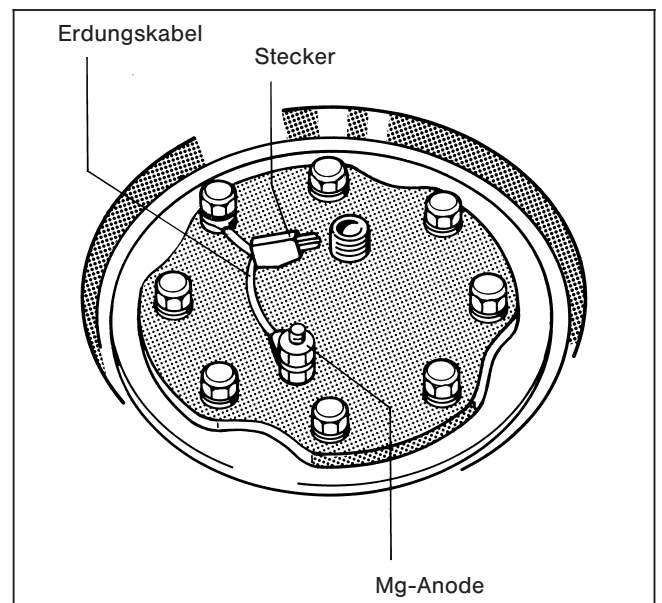

Abb. 11
- Prüfen ob Magnesiumanode eingebaut und Erdungskabel angeschlossen ist (Abb. 11).
- Stecker am Erdungskabel mit Kabel von Regelgerät verbinden (Abb. 11).